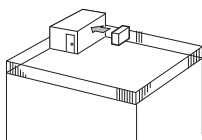

Fig. 2-2
- ① Richt de luchtuitlaat naar de dichtstbijzijnde muur, op ongeveer 35 cm van de muur. (Fig. 2-2)